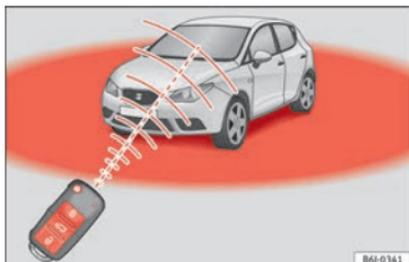

Fig. 123 Périmètre d'action de la radiocommande.
- La radiocommande fonctionne uniquement lorsque vous vous trouvez dans son périmètre d'action » fig. 123.